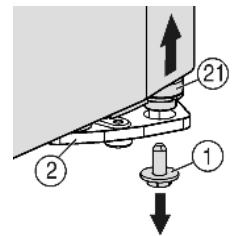
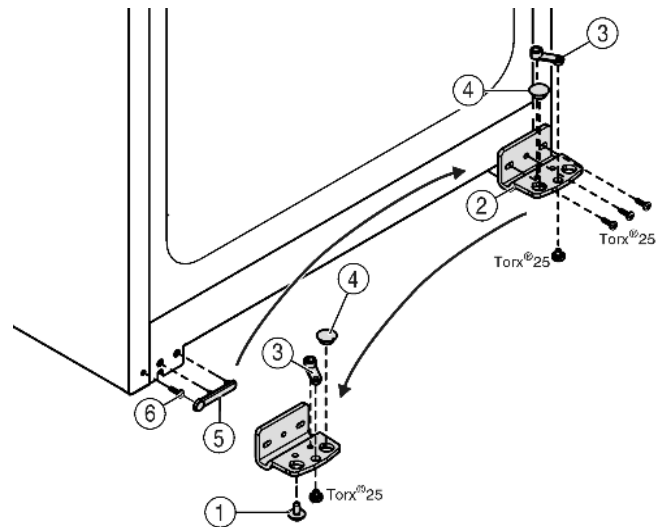

Fig. 5
Fig. 6
- ▶ Skru sikringskruen *Fig. 5 (1)* ud nede til højre ved lejekonsollen.
- ▶ Lejebolten *Fig. 5 (21)* løsner sig fra lejebukken *Fig. 6 (2)*.
- ▶ Hvis lejebolten *Fig. 5 (21)* ikke løsner sig, trykkes den ud nedefra.
- ▶ Lejekonsollen *Fig. 6 (2)* skrues af.
- ▶ Lejedelen *Fig. 6 (3)* skrues af og sættes i det overfor liggende hul i lejekonsollen, skru så fast igen.
- ▶ Tag proppen *Fig. 6 (4)* ud af lejekonsollen og flyt den over til hullet i lejekonsollen på den modsatte side.
- ▶ Løft forsigtigt afdækningen *Fig. 6 (5)* på håndtagssiden.
- ▶ Drej skruen *Fig. 6 (6)* ud og sæt den i igen på den modsatte side.
- ▶ Sæt afdækningen *Fig. 6 (5)* på igen.
- ▶ Lejekonsollen *Fig. 6 (2)* skrues fast igen på den nye hængselside om nødvendigt ved hjælp af en akkuskruetrækker (med 4 Nm).
- ▶ Drej sikringskraven *Fig. 5 (1)* ind i lejebolten forned og spænd den fast (**med 4 Nm**).